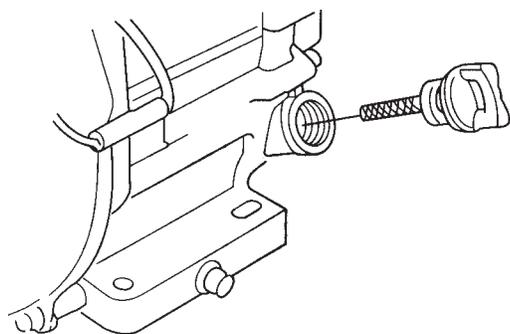

Figure 4. Jauge à huile moteur (retrait)
2. Retirer la jauge-bouchon de l'orifice de remplissage d'huile (figure 4) et bien l'essuyer.